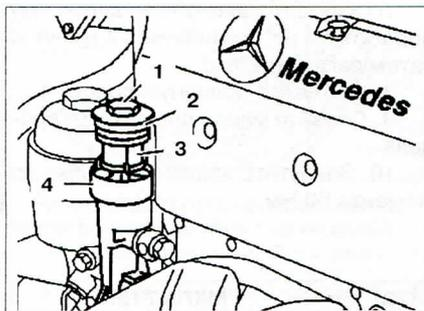

**Рис. 1.10. Замена фильтрующего элемента воздушного фильтра:**
1. Открутите болты **2** (рис. 1.10).